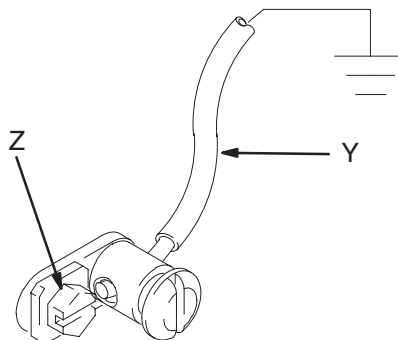

Fig. 1
- **Pompe:** utiliser un fil de terre et le raccorder comme indiqué à la Fig. 1.
Pour mettre la pompe à la terre, retirer la vis de terre (Z) et l'introduire dans l'œillet de la cosse circulaire à l'extrémité du fil de terre (Y). Serrer la vis de terre sur la pompe et bien serrer. Brancher l'autre extrémité du fil de terre sur une véritable terre. Voir Fig. 1. *Pour passer commande d'un fil et d'une pince de terre, indiquer la référence 222011.*